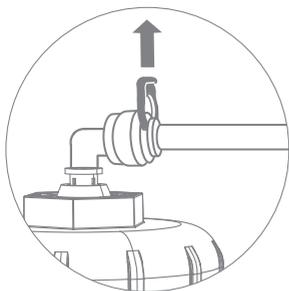

Рис. 16
2. Отсоедините стопорную клипсу, фиксирующую цангу (рис. 16). Отсоедините пластиковую трубку, удерживая цангу прижатой к корпусу (см. раздел «Отсоединение гибких трубок»). При необходимости отсоедините все трубки от корпуса мембраны и извлеките его из скобы крепления.